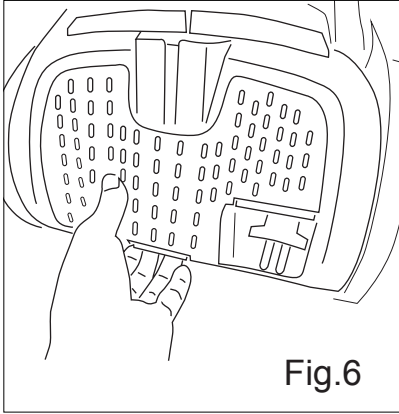

Fig.6
- Abrir la tapa de salida de aire. Para acceder al filtro. (Fig. 6).